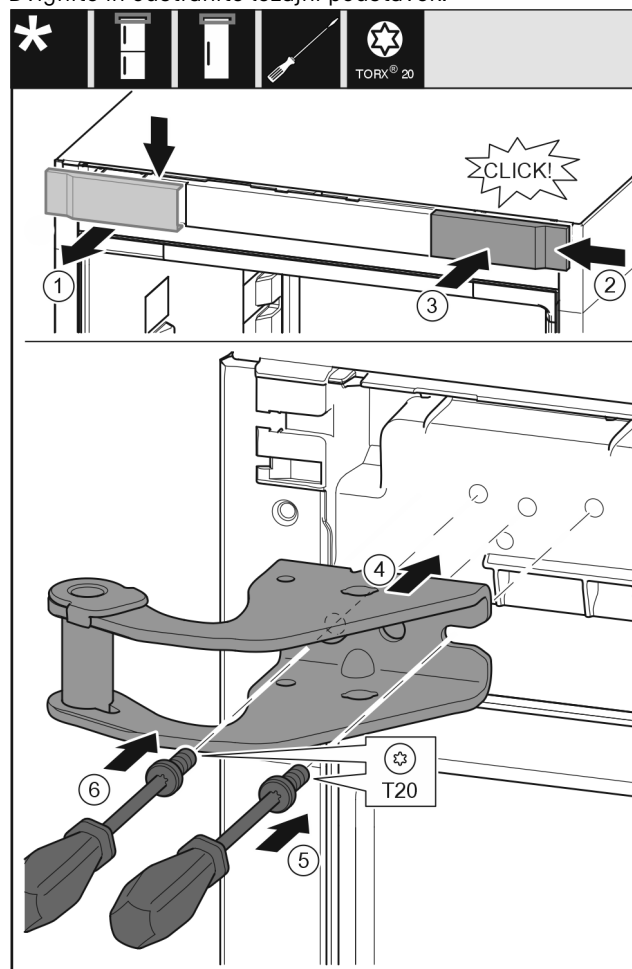

Fig. 11
- ▶ Pokrov snemite od zgoraj v smeri naprej. Fig. 11 (1)
- ▶ Pokrov, obrnjen za 180°, namestite na drugi strani z desne strani. Fig. 11 (2)
- ▶ Zataknite pokrov. Fig. 11 (3)
- ▶ Pristavite zgornji ležajni podstavek. Fig. 11 (4)
- ▶ Vijak vstavite z izvijačem T20 in ga zategnite. Fig. 11 (5)
- ▶ Vijak vstavite z izvijačem T20 in ga zategnite. Fig. 11 (6)